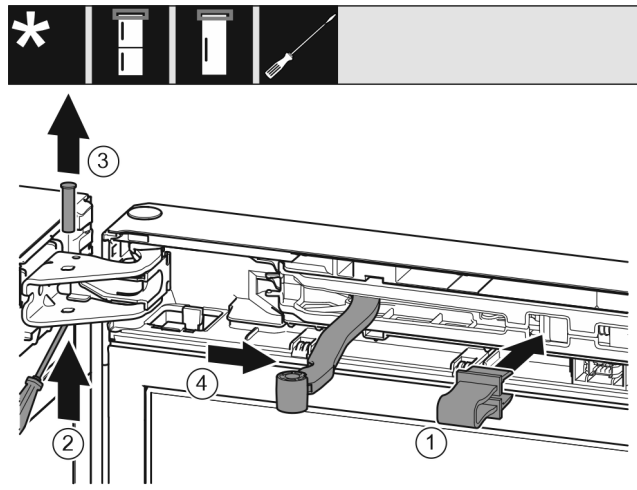

Fig. 11
- ▶ Pattintsa be a biztosítékot Fig. 11 (1) a nyílásba.
- ▶ Tolja ki a csapszeget Fig. 11 (2).
- ▶ Vegye ki felfelé a csapszeget Fig. 11 (3).
- ▶ Forgassa az ajtó irányába a csuklót Fig. 11 (4).